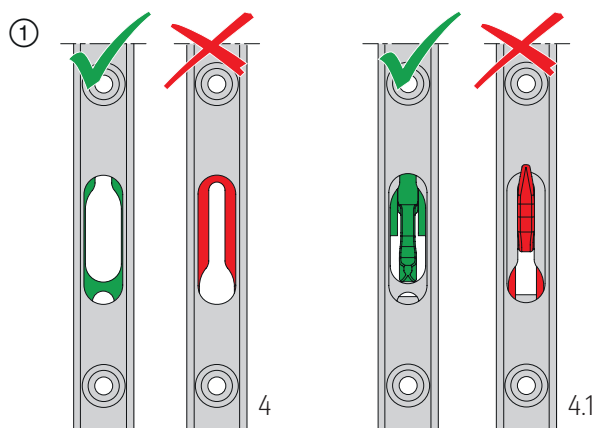

Abb. 8
① Getriebe für Bolzen 4 und Getriebe mit Haken 4.1 in Schiebestellung (angehobene Position) bringen; **Abb. 8.**